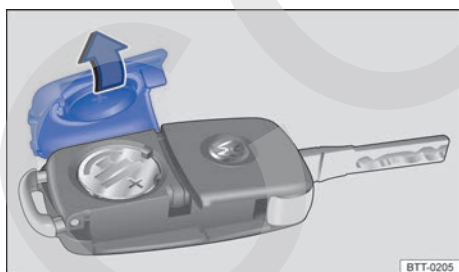

Fig. 19 Llave del vehículo con comando remoto: abrir la tapa del alojamiento de la batería.
La batería se encuentra en el lado posterior de la llave del vehículo con comando remoto, debajo de una cubierta → fig. 19.
- Retirar la cubierta en el lado posterior de la llave → fig. 19 en el sentido de la flecha → ⚙.
- Posicionar la cubierta según lo indicado → fig. 19 y presionar en el sentido contrario al de la flecha sobre la carcasa de la llave del vehículo hasta encajarla.